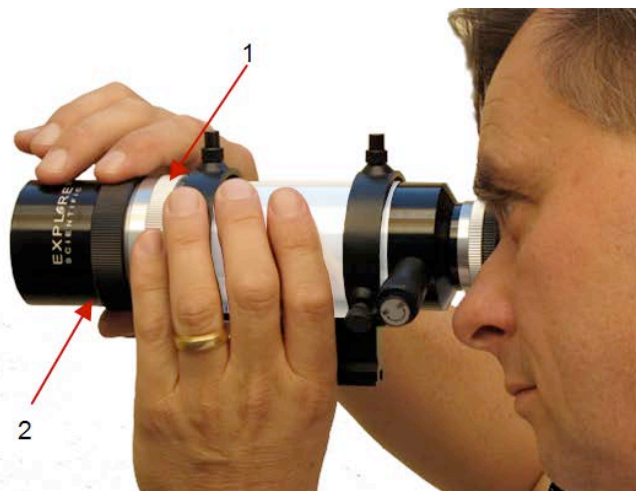

Fig. 3, Mise au point de l'objectif
4. Desserrer l'ajustement du contre de l'objectif en tournant dans le sens contraire des aiguilles d'une montre tout en tenant fermement l'objectif (1, fig. 3). En séparant la contre-objectif (2, Fig. 3) et la bague de mise au point, une grande plage de distance est possible.
5. Diriger l'objectif vers un objet très éloigné (plus la distance est élevée, meilleur sera le réglage) Tournez le porte objectif (2, fig. 3) à gauche ou à droite jusqu'à ce que vous voyez l'objet lointain et le réticule de l'oculaire parfaitement nets.
6. Une fois que vous avez réalisé une mise au point parfaite, tournez le contre-objectif de verrouillage (1, fig. 3) contre le porte-objectif jusqu'à ce qu'il soit bien ajusté de sorte à immobiliser l'objectif.